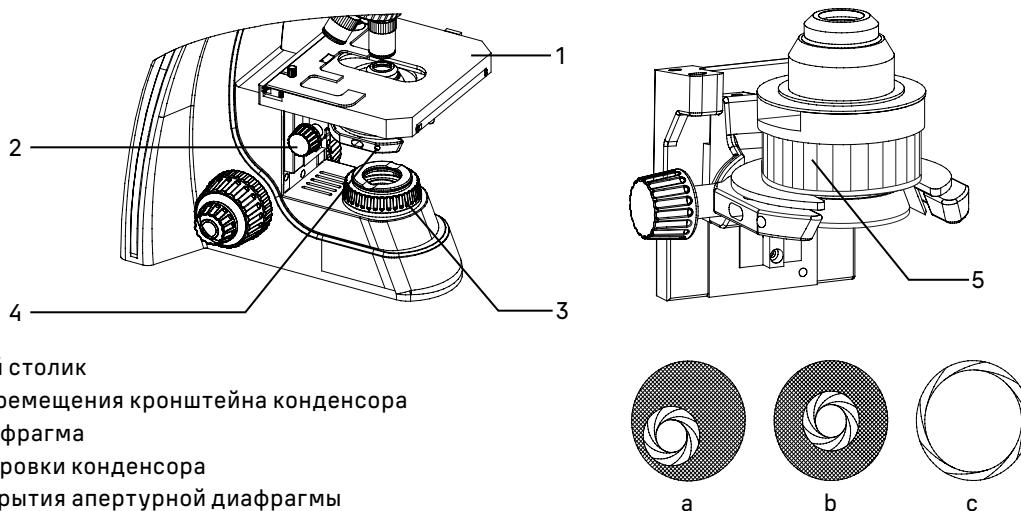

Рис. 9. Центрировка конденсора
- Наблюдая в окуляры, прикройте полевую и апертурную диафрагму так, чтобы была освещена только центральная часть поля зрения – рис. 9а.
- Приведите изображение в центр поля зрения окуляра с помощью центрировочных винтов конденсора 4 – рис. 9б.
- Раскройте полевую диафрагму немного больше, чем размер поля зрения – рис. 9с. Может потребоваться дополнительная центрировка.